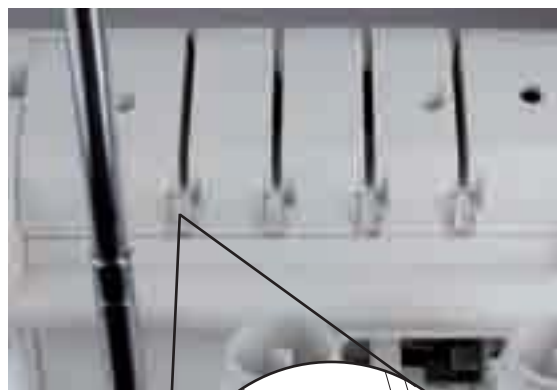

Fig.20
1. Passe a linha de trás para a frente pelo passador de linhas **1** (1).
2. Enfie a linha na guia, puxando a linha para baixo até que esta deslize por baixo da guia **2** (fig. 20).